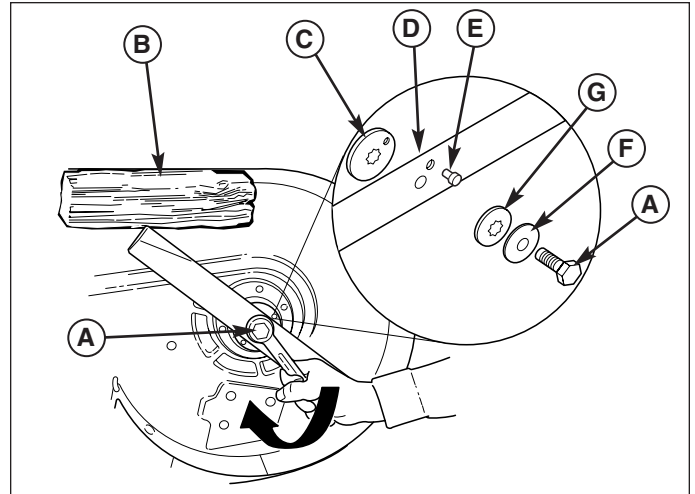
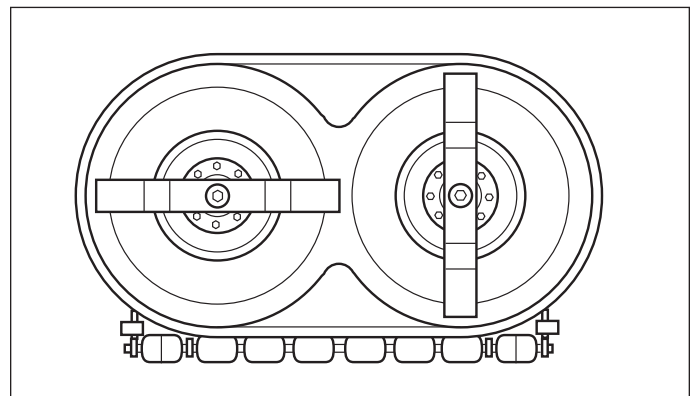

Figura 25. Montaggio della lama
Figura 26. Controllo della sincronizzazione delle lame
Tagliaerba da 102 cm: Rimuovere la vite (A, Figura 25), la rondella elastica (F), la rondella scanalata (G), il perno di allineamento (E) e la lama (D). Non rimuovere l'adattatore della lama (C).
Tagliaerba da 102 cm: Posizionare le lame in posizione perpendicolare una rispetto all'altra, come mostrato nella Figura 26. In caso contrario, eseguire la procedura di fasatura delle lame del tagliaerba riportata in questa sezione. Reinstallare la rondella scanalata (G, Figura 25), la rondella elastica (F) e la vite (A). Usare un blocco di legno (B) per impedire la rotazione della lama serrando allo stesso tempo la vite (A) con una coppia di 45-55 Nm (61-75 piedi libbre).
2. Rovesciare il piatto di taglio e verificare la posizione delle lame. Le lame devono essere perpendicolari l'una all'altra come illustrato nella Figura 26. Se così non fosse, procedere al punto 3.
3. Usare un blocchetto di legno (B, Figura 25) per impedire la rotazione mentre viene allentato il bullone senza dado (A).
4. Smontare il bullone senza dado (A, Figura 25), la grover (F) e la rondella aperta (G).
5. Smontare la spina di allineamento (E, Figura 25). Ruotare la lama (D) a mano finché le lame sono perpendicolari l'una all'altra, come illustrato nella Figura 26. Per allineare il foro della lama con il foro dell'adattatore, potrebbe essere necessario smontare e ruotare l'adattatore della lama (C).
6. Rimontare la spina di allineamento (E, Figura 25), la rondella aperta (G), la grover (F) e il bullone senza dado (A). Usare un blocchetto di legno (B) per impedire la rotazione delle lame mentre viene serrato il bullone senza dado (A) a 61-75 Nm.